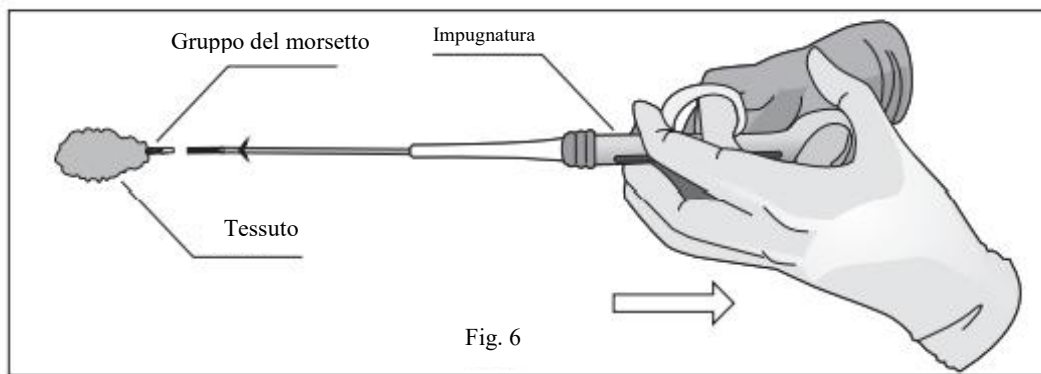

Fig. 6
7. Per impiegare il morsetto, continuare a tirare indietro il cursore oltre il punto di resistenza tattile. Si sentirà uno schiocco udibile quando il componente del morsetto si stacca (Vedi Fig.6).